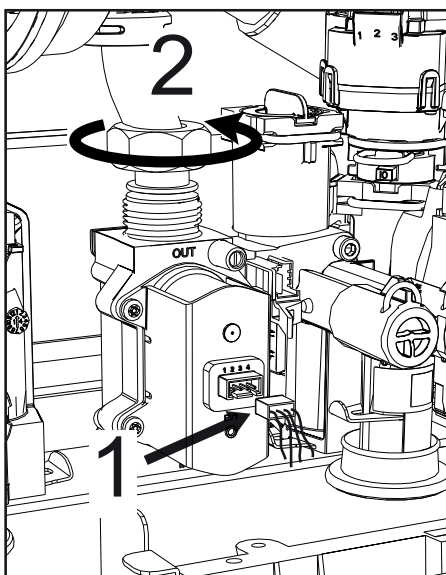

fig. 68 -
- Scollegare i connettori elettrici "1" ("fig. 68 -").
- Scollegare il tubo di alimentazione gas "2" ("fig. 68 -").